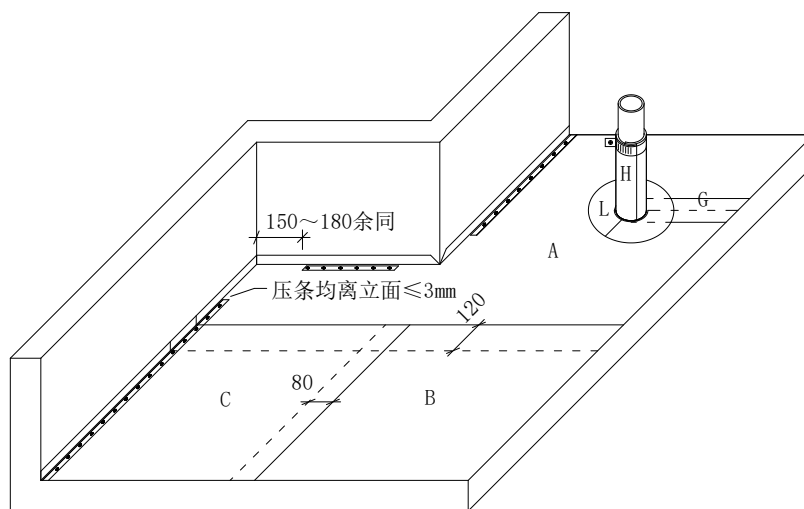

图 4 平面卷材搭接及阴角固定
(5) 平面卷材长边采用机械固定，有固定件接缝宽度 120mm，无固定件接缝 80mm（图 4）；
(6) 平面卷材在水平阴角部位采用 U 型压条 SW 螺钉固定。压条距立面应 $\leq 3\text{mm}$ ，压条上每 250mm 螺钉固定。压条端头距竖向阴角和竖向阳角 150mm~180mm 断开（图 4）；